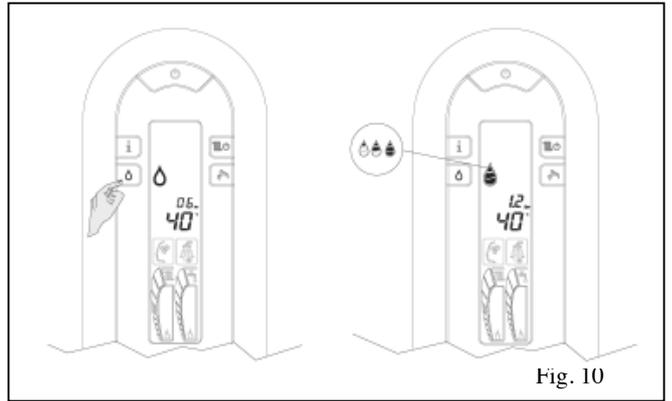

Fig. 10
8. 智能自动注水 (Fig.10) (LINEA HE R 无本功能)